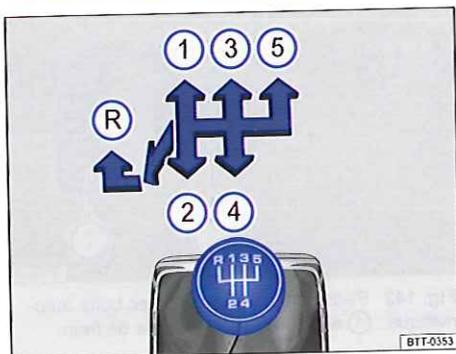
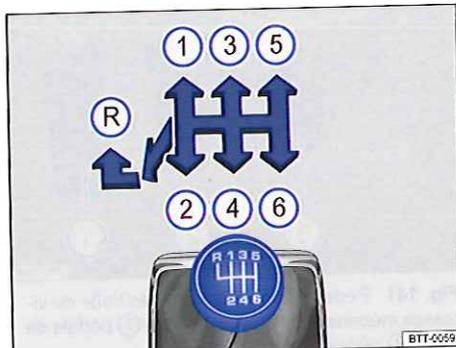

Fig. 143 Grille des vitesses de la boîte mécanique à 5 vitesses.
Fig. 144 Grille des vitesses de la boîte mécanique à 6 vitesses.
Les positions des différentes vitesses sont représentées sur le levier de vitesses  $\Rightarrow$  fig. 143 ou  $\Rightarrow$  fig. 144.
- Amenez le levier de vitesses au maximum vers la gauche puis poussez-le vers l'avant en position de marche arrière  $\Rightarrow$  fig. 143  ou  $\Rightarrow$  fig. 144 .